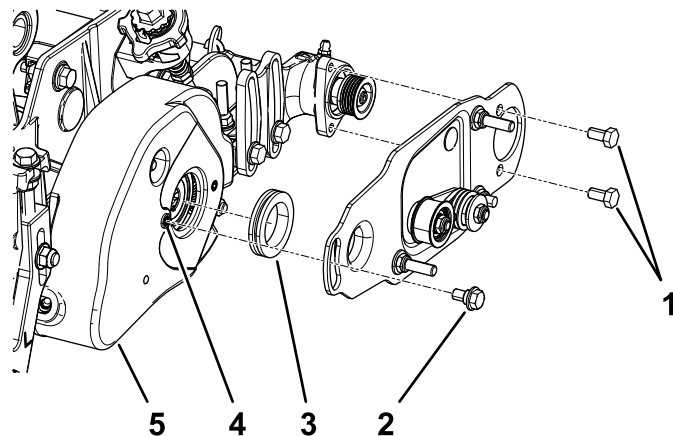

Рисунок 8
2. Установите поворотную пластину левой или правой щетки катка (Рисунок 8).
Примечание: Убедитесь, что узел натяжного шкива установлен в нижней части, как показано на Рисунок 8.
3. Нанесите синий состав Loctite 242 на 2 болта (5/16 x 1/2 дюйма) и используйте эти болты для установки пластины щетки на корпус подшипника щетки катка (Рисунок 8).
4. Удалите любые остатки краски с резьбы корпуса щетки катка, используя метчик на 5/16–18, прежде чем заворачивать болт с буртиком (Рисунок 8).
5. Нанесите на болт с буртиком состав Loctite 242 (синий) (Рисунок 8). Прикрепите пластину щетки к корпусу щетки катка с помощью болта с буртиком. (Рисунок 8).